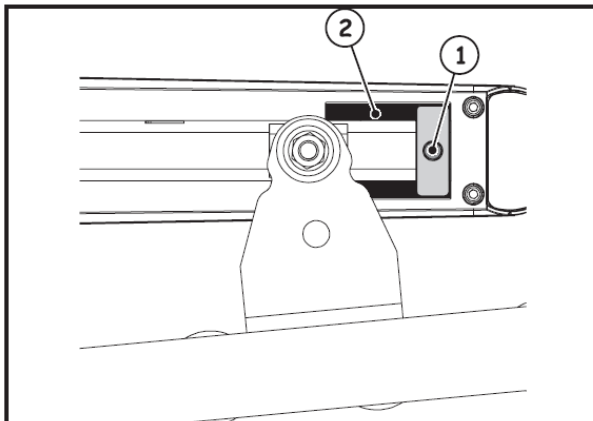

Рис. 21
3. Ослабить крепежный винт, рис. 21, № 1. Винт не нужно снимать полностью.
⚠ Механический ограничитель соединен с зубчатым сектором, рис. 21, № 2. В случае помех при перемещении проверить, свободно ли соединение. **НЕ ПРИМЕНЯТЬ СИЛУ.**